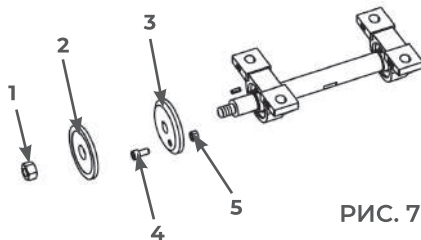

РИС. 7
- Используя штатные ключи, отвинтите гайку крепления диска (1) (левая резьба – вращайте по часовой стрелке для откручивания).
- Снимите внешнюю зажимную шайбу (2).
- Чтобы зафиксировать вал от проворачивания, вверните болт М6 (4) в отверстие внутренней шайбы (3) и зафиксируйте его гайкой М6 (5) (Рис. 7).